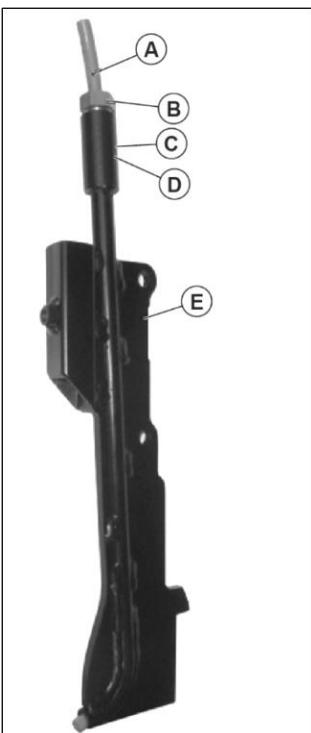

Fig. 4
1. O-ring (D)
2. Espaçador (C)
3. Porca de fixação (B)
Com a porca ligeiramente solta, insira o tubo (A) até que este saia cerca de 5 mm da parte de baixo. Neste ponto, a porca é apertada com uma chave de 17 mm e, consequentemente, o tubo é bloqueado. Na Fig. 4 é possível ver o guia de cabo corretamente montado. Pode avançar para a fixação do guia de cabo à estrutura da máquina.